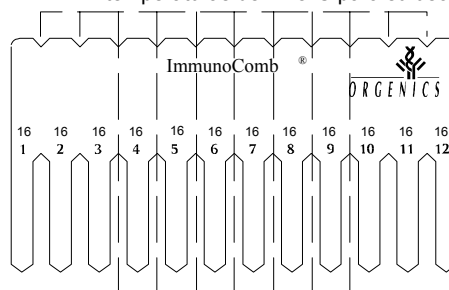

Figura 4. Fraccionamiento del Peine
- Doble y rompa verticalmente el peine, o córtelo con tijeras (ver Figura 4) para separar el número requerido para las pruebas (No. de pruebas + 2 controles).